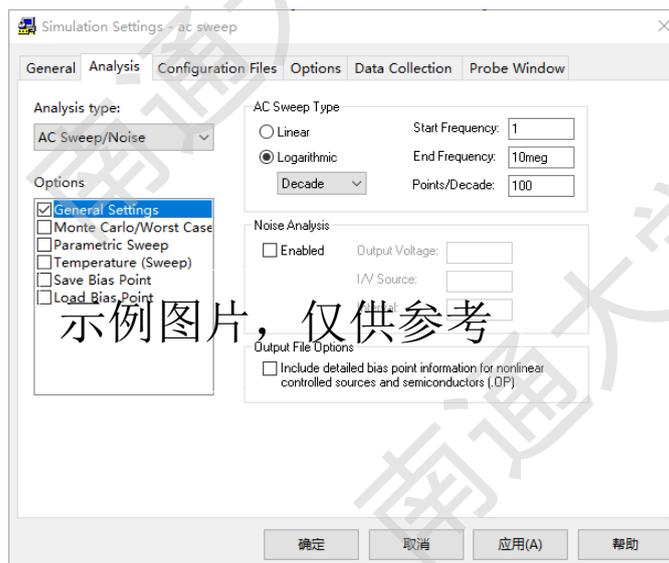

图4.16 交流分析参数设置
(1) 电路仿真参数设置。新建仿真并命名，然后选择AC分析，参数如图4.16。注意“兆”的符号为“meg”，不是“m”。